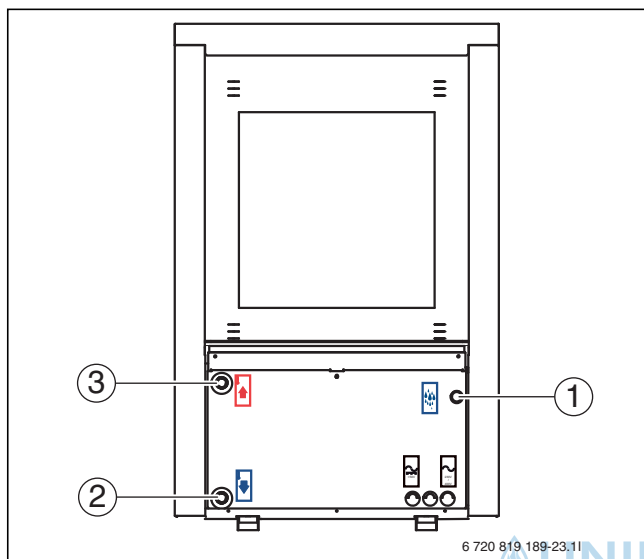

Bild 32 Wärmepumpenanschlüsse. Gültig für alle Größen.
3. Kondenswasserrohr der Wärmepumpe montieren (→Abb. 32).
- ▶ Rohr für Primärkreiseingang von Inneneinheit anschließen (→ [2], Abb. 32).
- ▶ Rohr für Primärkreisausgang zur Inneneinheit anschließen (→ [3], Abb. 32).